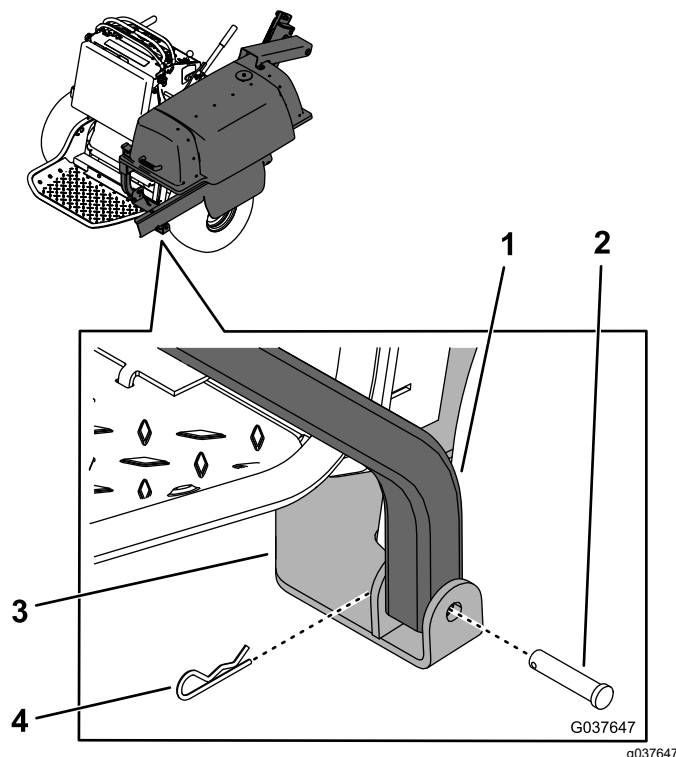

Figura 13
1. Com a ajuda de outra pessoa, eleve a estrutura do depósito de recolha e prenda o lado traseiro inferior da estrutura no suporte de montagem inferior utilizando um passador de forquilha e um perno de gancho (Figura 13).